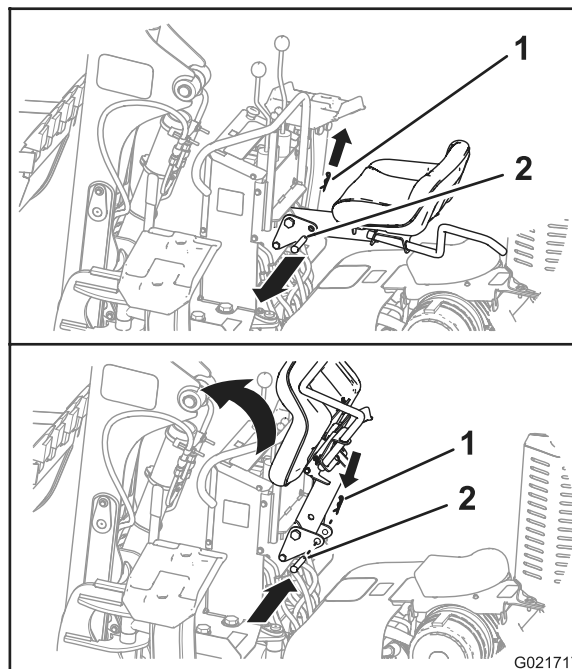

Figura 39
- A. Remova o grampo tipo "R" do pino de trava do banco (Figura 39).
- B. Remova o pino de trava do banco da estrutura da retroescavadeira e do braço do banco (Figura 39).
- C. Levante o braço do banco e introduza o pino de trava do banco nos furos da estrutura da retroescavadeira, mantendo o banco levantado para que haja espaço para remover o painel dianteiro (Figura 39).
- A. Remova o pino de trava do banco e abaixe o braço do banco à posição de operação (Figura 39).
- B. Instale o pino de trava do banco nos furos na estrutura da retroescavadeira e do braço do banco (Figura 39).
- C. Introduza o grampo tipo "R" no furo do pino de trava do banco (Figura 39).